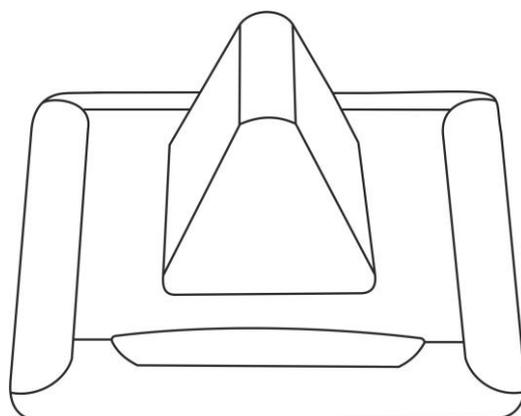

Рисунок 5.11. Сигнальная лампа МР-611W2
2. Сигнальная лампа МР-611W2 (рис.5.11). Сигнальная лампа имеет влагозащитность по группе IP54.